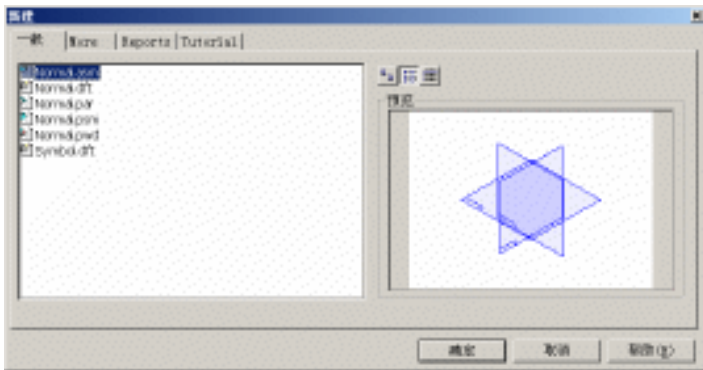

图 1-10 模板文件
(3) 从 Windows 的“我的电脑”或“资源管理器”中进入 Solid Edge 环境。在“我的电脑”或“资源管理器”中, 双击扩展名为“.par”、“.psm”、“.asm”、“.dft”或“.pwd”的文件也可进入相应的 Solid Edge V12 环境, 并打开指定文件。
(4) 在 Solid Edge V12 环境中, 进入其他模块环境或新建同类型的文件。操作方法为: 单击主工具条上的“新建”  按钮, 在出现的如图 1-10 所示的对话框中, 选取所要进入环境对应的模板文件, “确定”, 即可进入对应的环境。